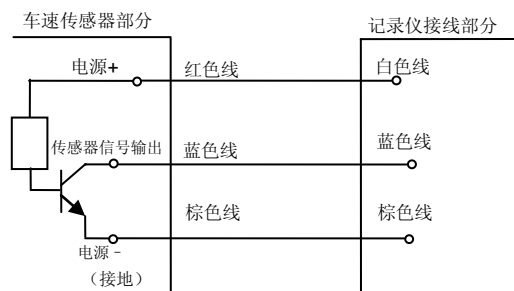

图3-2
4. 速度模式的选择：GPS 速度和脉冲速度；GPS 速度无需接线，只要终端设备定位有效即可，脉冲速度要接车辆脉冲速度信号线。若车辆是机械式的速度传感器，需加装一个霍尔车速传感器，接法如图 3-2：